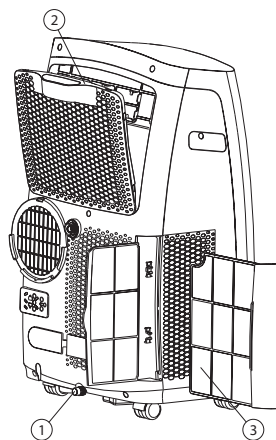

Рис. 1
- Слейте воду из поддона и установите на место резиновую заглушку на поддон для слива конденсата (рис. 1, п.1).
- Извлеките фильтры (рис. 1, п. 2-3);